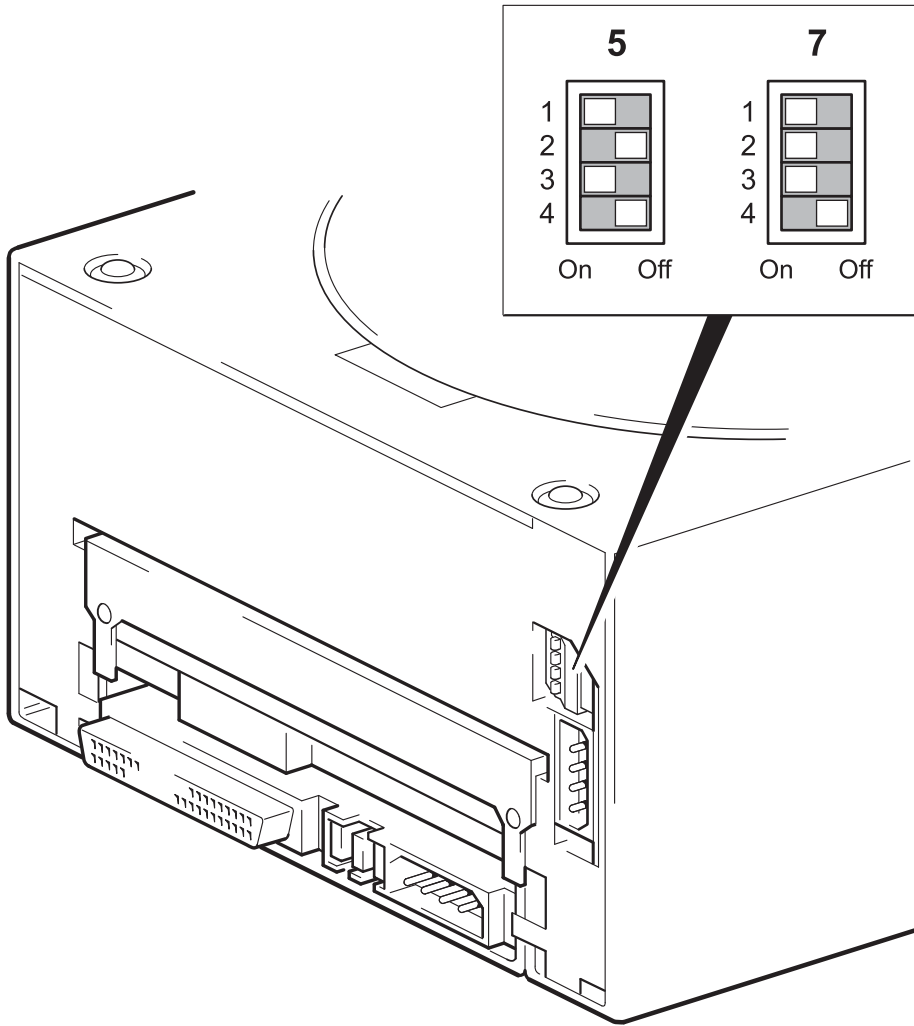

Figura 4: verifica dello switch di opzione
- 1 Controllare che lo switch di opzione del caricatore automatico (switch in alto nella figura 4) sia impostato sul valore corretto, come riportato nella tabella precedente. Impostare il valore dello switch su 5 per le workstation Sun basate su Solaris versione 2.6 o precedenti.
- 2 Se lo switch di opzione non è impostato sul valore adeguato al sistema in uso, modificare l'impostazione predefinita degli switch di configurazione situati sul retro dell'unità, come illustrato nella figura 4.